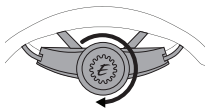
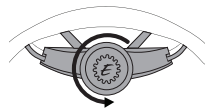

Abb. 13a. Festziehen des Haltesystems
Abb. 13b. Lösen des Haltesystems
3. Wenn das Haltesystem zu locker ist, drehen Sie das Einstellrad im Uhrzeigersinn, um es enger zu stellen (Abb. 13a). Wenn das Haltesystem zu fest ist, drehen Sie das Einstellrad gegen den Uhrzeigersinn (Abb. 13b).